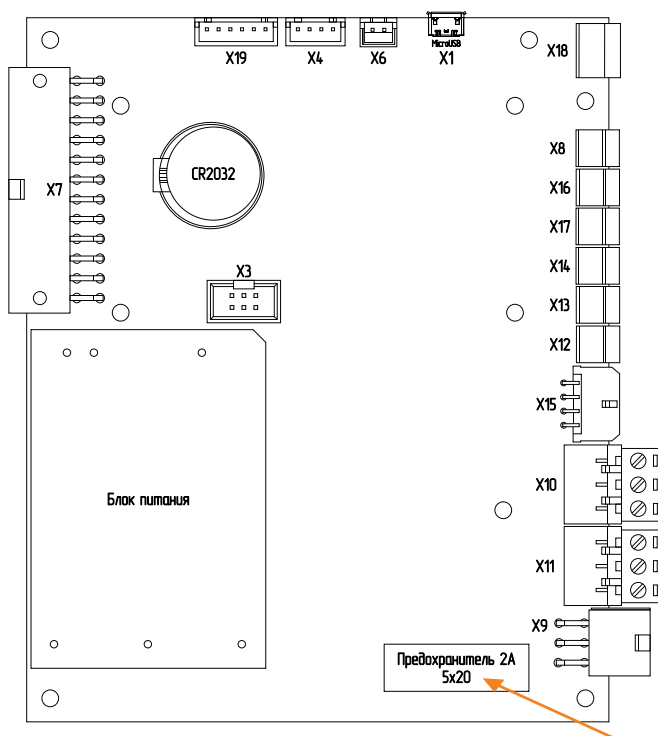

Рис.14 Плата контроллера
3. замените предохранитель рис.14 (запасной предохранитель в базовой комплектации котла).